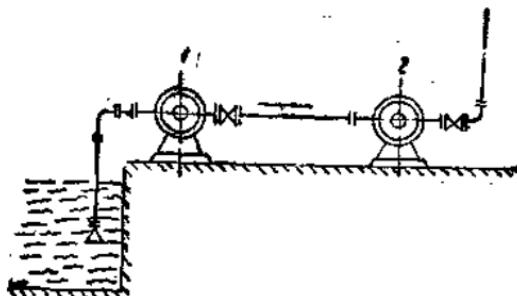

图1 离心式水泵串联排水
1. 离心式水泵的串联运转：在井深和水泵扬程达不到的时候，可用两台水泵串联的办法：就是用下面水泵的出水管接在上面水泵的入水管上（图1）。这样扬程就能提高。